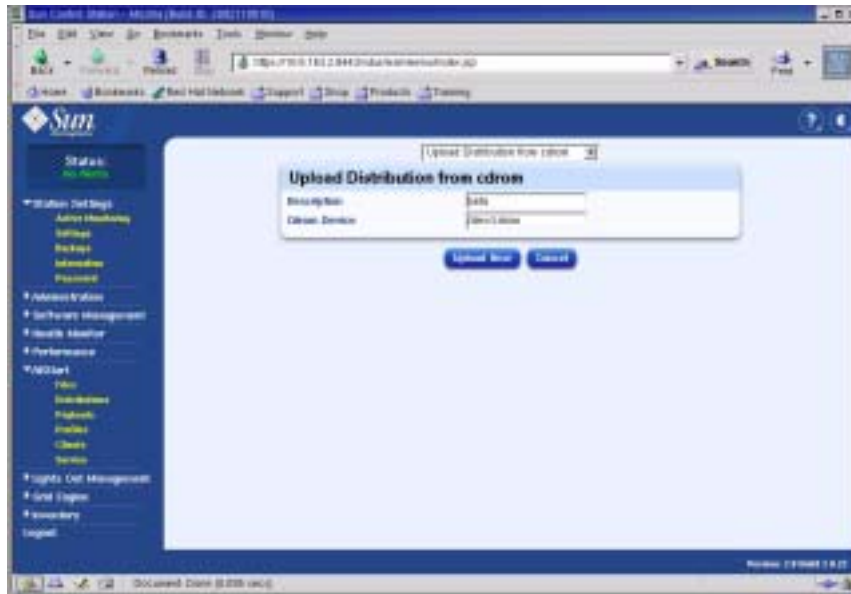

РИСУНОК 2-4 Окно загрузки дистрибутива с устройства CDROM
3. В этом окне заполните поля и создайте уникальное описание дистрибутива. См. пример на РИСУНОК 2-4.